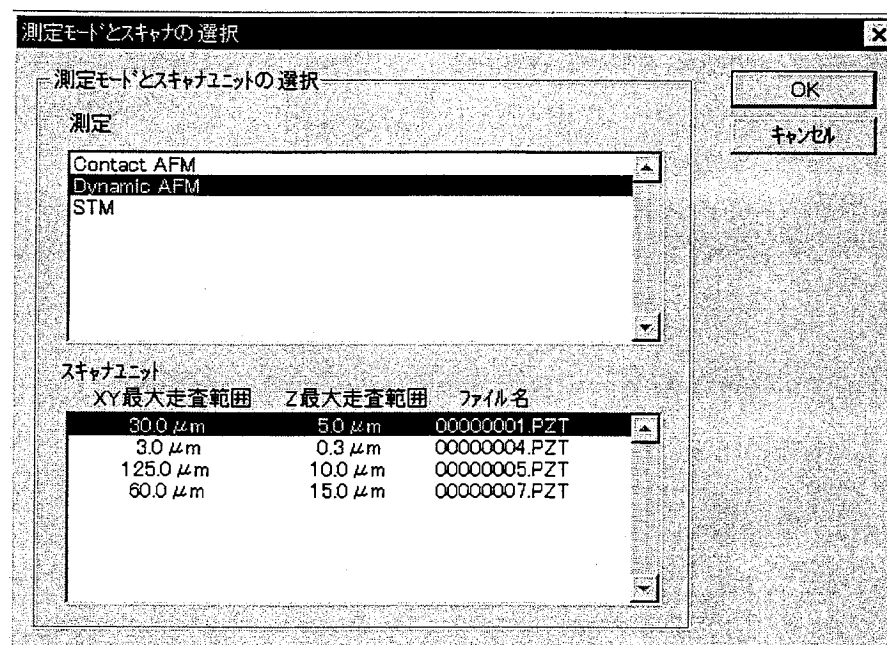

図2 測定モードとスキャナの選択ダイアログ
- ① オンラインアプリケーションのメニュー「設定」の「モードとスキャナの選択」を選択すると、測定モードとスキャナ選択ダイアログ(図2)が表示されます。このダイアログで「Dynamic AFM」を選択し、OKボタンをクリックします。